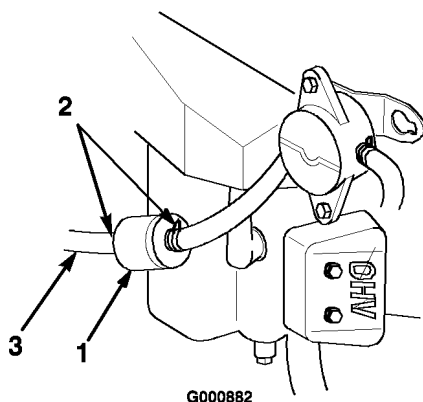

Figura 35
5. Afloje la abrazadera cerca del filtro de combustible y deslícela por el tubo, alejándola del filtro de combustible (Figura 35).
6. Retire el tubo de combustible del filtro (Figura 35).
4. Apriete los extremos de las abrazaderas y deslícelas por el tubo alejándolas del filtro (Figura 35).
6. Instale un filtro nuevo y acerque las abrazaderas al filtro (Figura 35).